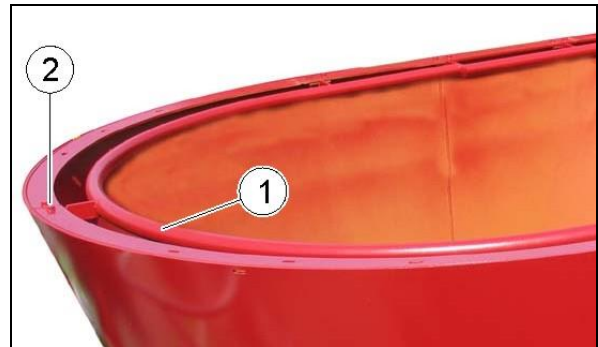

Fig. 55
- einem innenliegenden Überlaufing (Fig. 55) für niedrige Durchfahrten, verschraubt unter dem Behälterkragen.